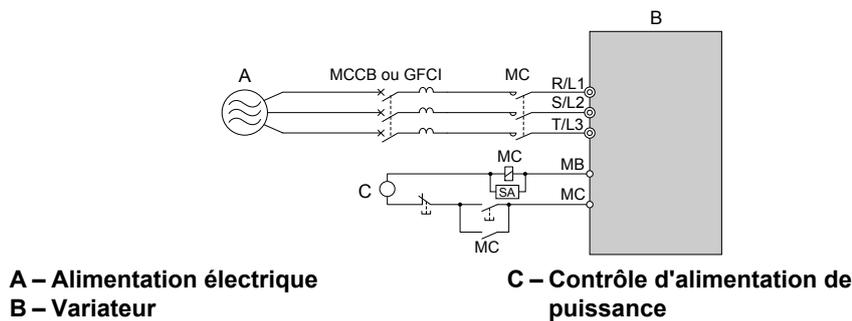

Figure 8.10 Câblage d'interruption d'alimentation en puissance (exemple)
- Si plusieurs variateurs sont connectés à un MCCB ou GFCI qui est partagé avec d'autre équipement, utiliser une séquence qui désactive le variateur lorsque des erreurs sont rapportées par un contacteur magnétique tel qu'affiché dans la Figure 8.10.